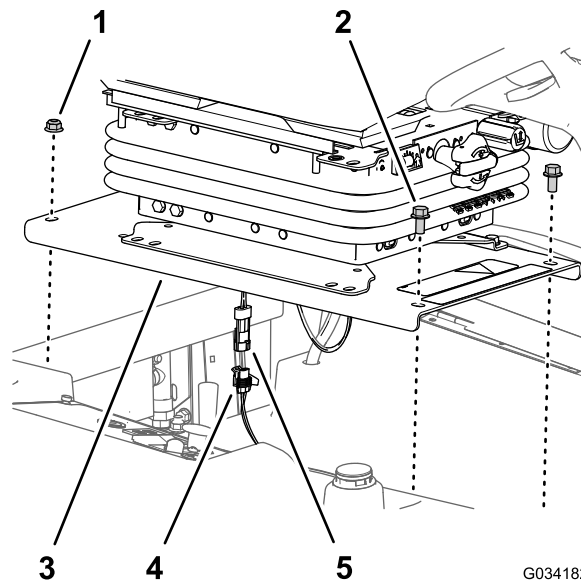

Figura 33
1. Retire os dois parafusos de cabeça flangeada ($\frac{3}{8}$ pol. x $\frac{3}{4}$ pol.) que prendem a frente da placa do banco ao chassis da máquina (Figura 33).
2. Retire as duas porcas de bloqueio flangeadas ($\frac{3}{8}$ pol.) que prendem a parte de trás da placa do banco ao chassis da máquina (Figura 33)..
4. Desligue o conector de dois pinos da cablagem do interruptor de presença do operador do conector de duas tomadas da cablagem da máquina (Figura 33).
de duas tomadas da cablagem da máquina; consulte Figura 33.
3. Alinhe os orifícios traseiros na placa do banco (Figura 33) com os dois parafusos de carroçaria ($\frac{3}{8}$ pol. x 1 pol.) no canal do radiador.
4. Monte a placa do banco (Figura 33) nos parafusos de carroçaria com as duas porcas de bloqueio flangeadas ($\frac{3}{8}$ pol.) que removeu no passo 2 de Remoção do banco e a placa do banco (página 44).
5. Alinhe os orifícios frontais na placa do banco (Figura 33) com as roscas das barras do depósito.
6. Monte a placa do banco (Figura 33) nas barras de depósito com os dois parafusos de cabeça flangeada ($\frac{3}{8}$ pol. x $\frac{3}{4}$ pol.) que removeu no passo 1 de Remoção do banco e a placa do banco (página 44).